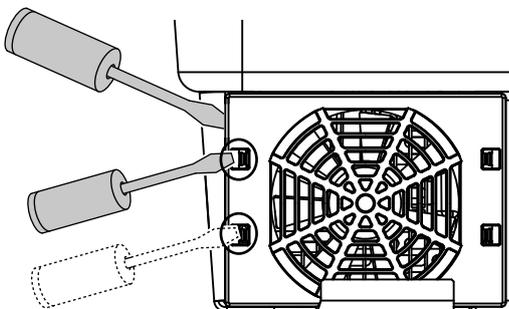

Fig. 64: Soltar las pestañas de fijación
3. Con un segundo destornillador, presionar las pestañas de fijación hacia el centro del ventilador. Sacar la unidad del ventilador ligeramente.  **Fig. 64**